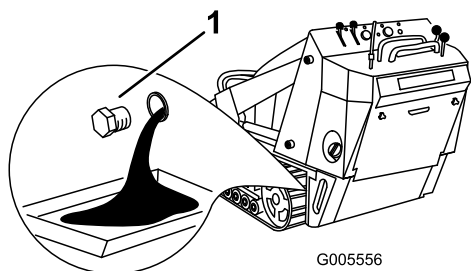

Figura 34
4. Retire el tapón de vaciado (Figura 34).